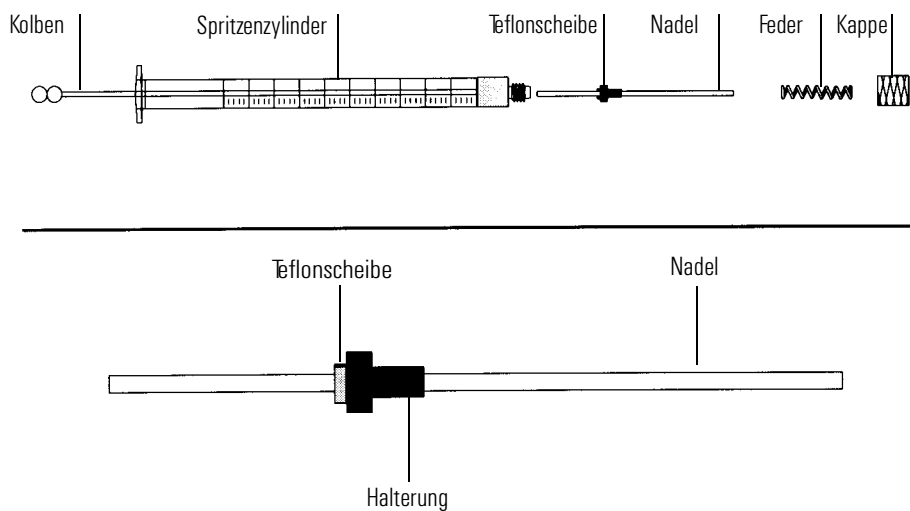

Abb. 8 Teile einer Spritze
2. Vergewissern Sie sich, ob die Teflonscheibe an der Nadel angebracht ist, wie in Abb. 8 dargestellt. Wenn keine Teflonscheibe am Spritzenzylinder angebracht ist, befestigen Sie sie selbst gemäß den Anweisungen, die der Spritze beiliegen.